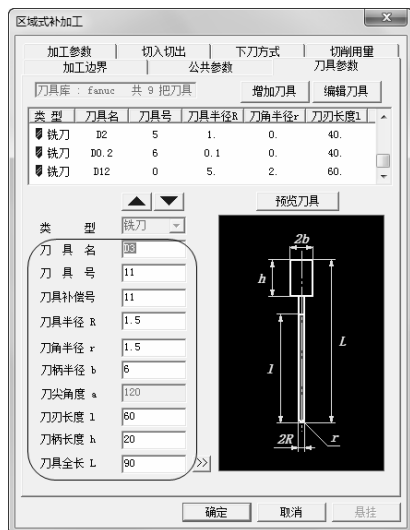

图 3-89 “刀具参数”选项卡
7) 单击“刀具参数”选项卡，选择刀具名称为“D3,r1.5”，D 代表刀具直径，r 代表刀角半径的球刀。具体“刀具参数”参数数值如图 3-89 所示。